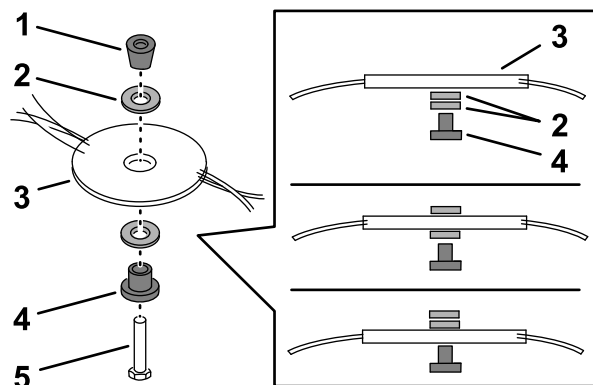

Figura 29
5. Utilizzate la chiave fornita con la macchina per rimuovere il disco di taglio ruotando il bullone in senso antiorario \(Figura 29\), conservando tutta la bulloneria per il montaggio.